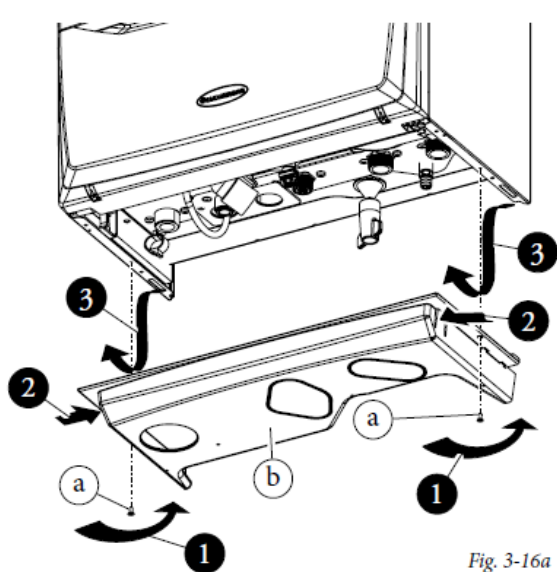

Fig. 3-16a
• Grilajul inferior (Fig. 3-16a).